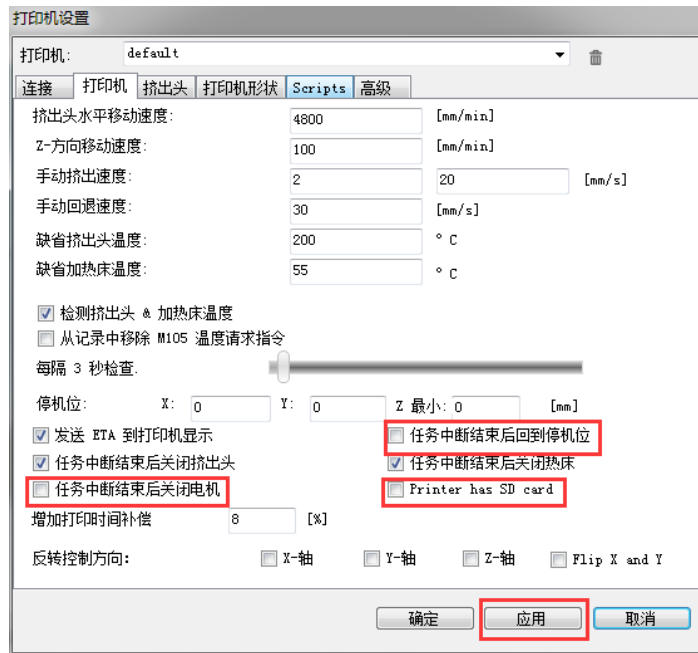

图 5.110 打印机设置
4. 在“打印机”页签取消图 5.110红框对应的选项，其余保持默认值即可。